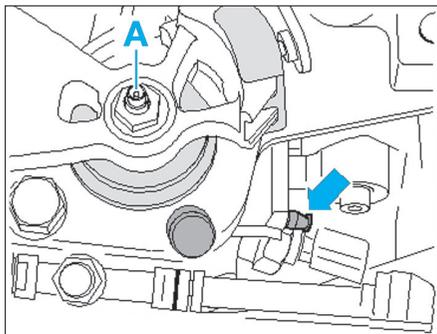

Fig. 34
⚡ Pour les véhicules fabriqués jusqu'au 12/01/2003, l'arbre de commande (A) est bloqué par un pivot d'arrêt (flèche) (Fig.34).